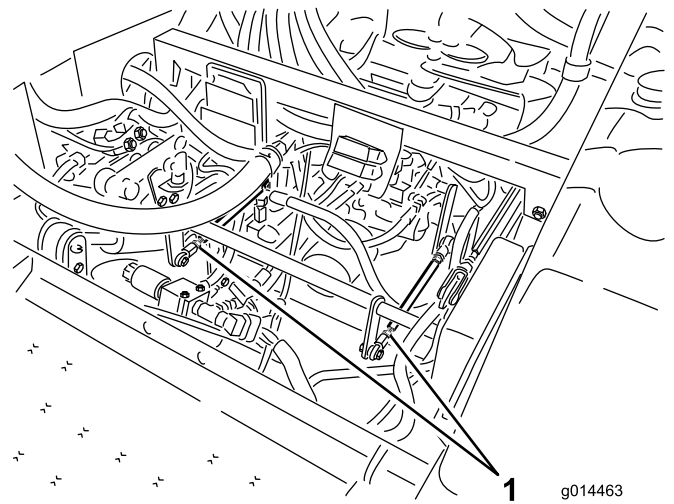

Figura 50
- Si el neumático trasero izquierdo está girando, afloje las contratuercas de la varilla de control de la transmisión del lado izquierdo (Figura 50).